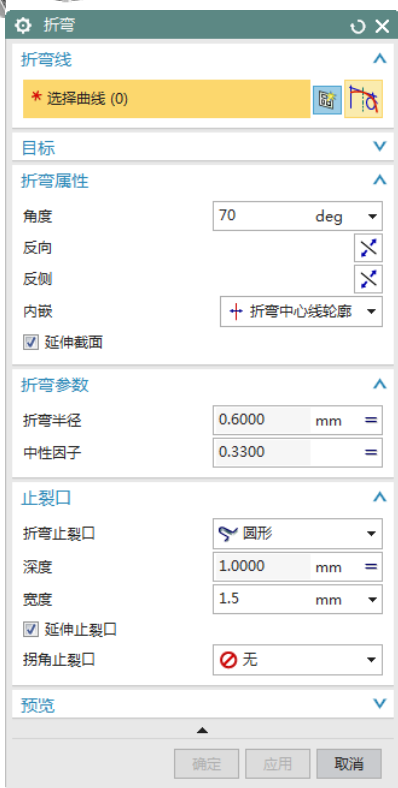

图 2-84 “折弯”对话框
(1) 选择“菜单(M)”→“插入(S)”→“折弯(N)”→“折弯(B)...”，或者单击“主页”选项卡“折弯”面组上“更多”库下“折弯”按钮，打开如图 2-84 所示的“折弯”对话框。